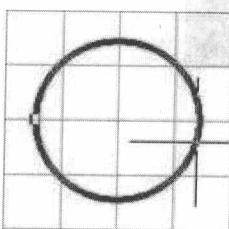

图 3-3 确定圆弧半径
3. 将光标移动到合适位置，选择圆弧的半径，右击鼠标，如图 3-3 所示。